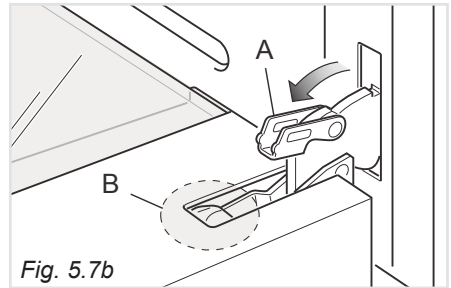
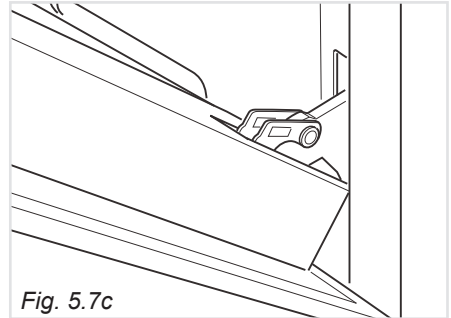

Fig. 5.7b
Fig. 5.7c
- Aprire completamente la leva "A" delle cerniere destra e sinistra (fig. 5.7b).
- Socchiudere dolcemente la porta (fig. 5.7c) fino a quando le leve "A" delle cerniere destra e sinistra si agganciano alla parte "B" della porta (fig. 5.7b).